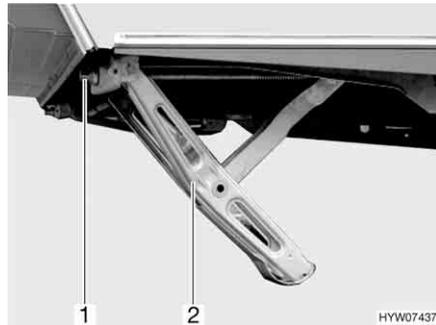

Fig. 23 Apoyo a manivela bajado girando la manivela
- Insertar la manivela en el hexágono (Fig. 23,1 ó Fig. 24,1) de los apoyos a manivela (Fig. 23,2 ó Fig. 24,2).